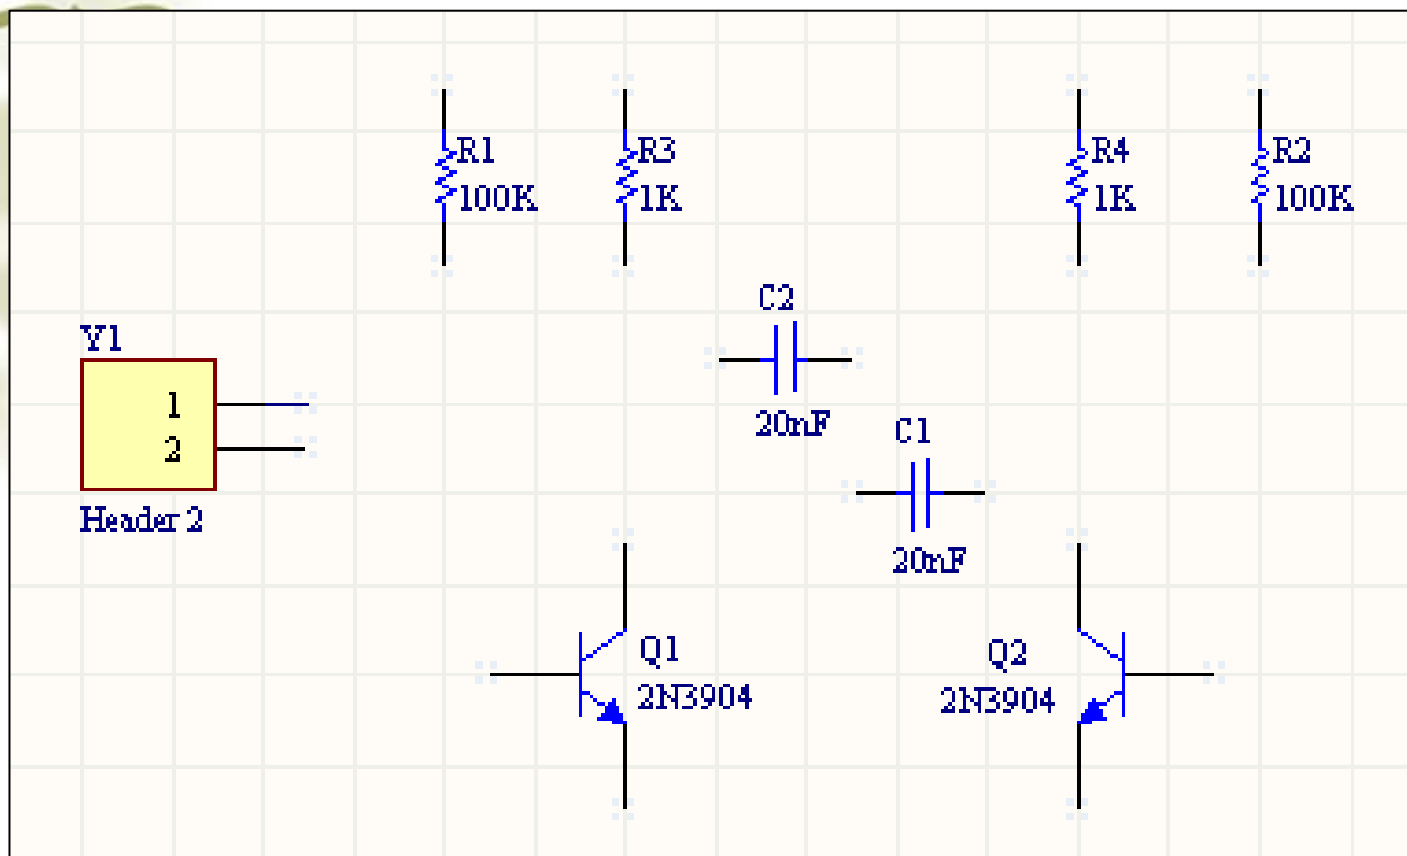

图2-12 元件摆放完后的电路图
- ❖ (1) 我们想要的连接器是两个引脚的插座，所以设置过滤器为H*2*。
- ❖ (2) 在元件列表中选择HEADER2并单击Place按钮。按TAB编辑其属性并设置Designator为Y1，检查PCB封装模型为HDR1X2。由于在仿真电路时我将把这个元件换为电压源，所以不需要作规则设置，单击OK关闭对话框。
- ❖ (3) 以放置连接器之前，按X作水平翻转，在原理图中放下连接器。右击或按ESC退出放置模式。
- ❖ (4) 从菜单选择File → Save (热键F, S) 保存设计者的原理图。
- ❖ 现在已经放完了所有的元件。元件的摆放如图2-12所示，从中可以看出元件之间留有间隔，这样就有大量的空间用来将导线连接到每个元件引脚上。